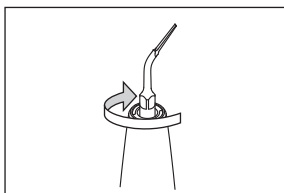

Abb. 1
- 1) Schrauben Sie den Aufsatz zunächst von Hand auf das Handstück, bis er fest sitzt (Abb. 1).